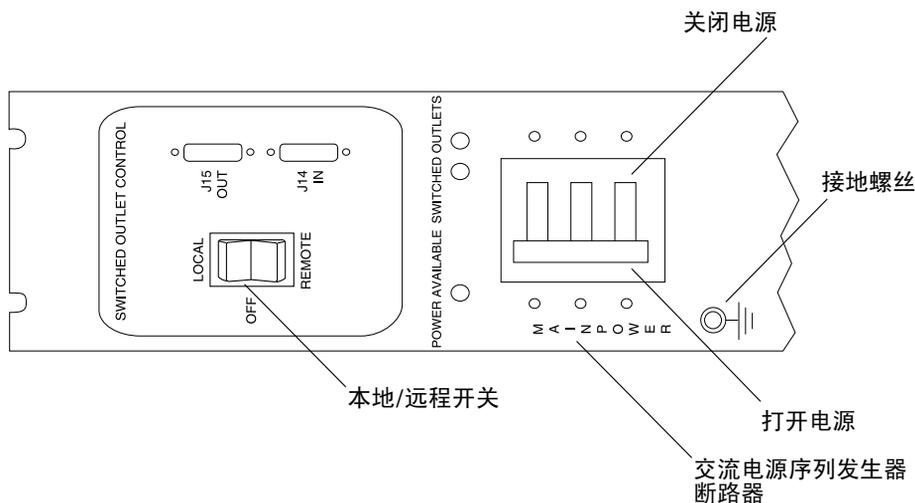

图 B-5 交流电源序列发生器控制面板
1. 验证每个交流电源序列发生器的断路器是否处于 Off（关闭）位置，以及每个电源序列发生器的 Local/Off/Remote 开关是否处于 Remote 位置（图 B-5）。